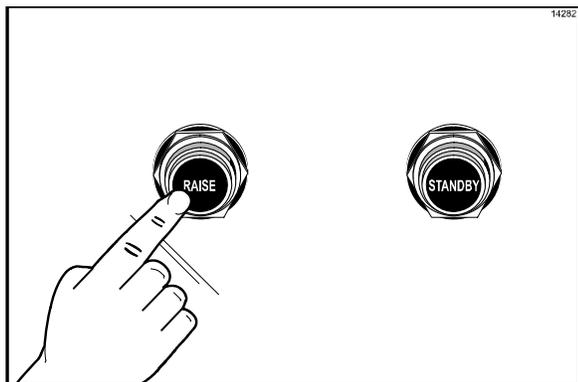

Figura 38
1. Oprima la tecla roja RAISE (Levantar) para subir la placa superior a la posición de apertura (OPEN). (Vea la figura 38.)